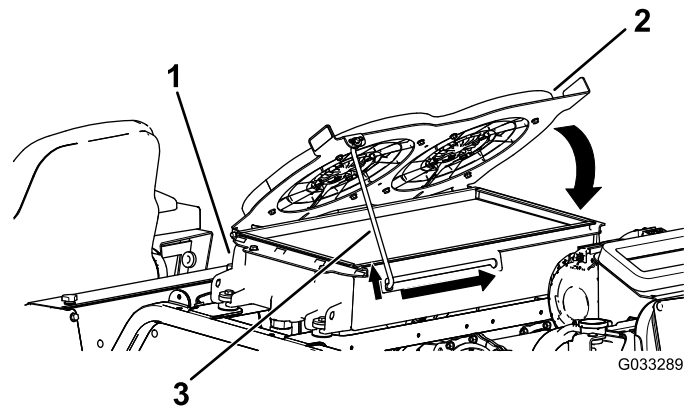

Bild 117
4. Drehen Sie die Hydraulikkühlventilatoren nach unten und arretieren Sie die Stützstange in der Kerbe (**Bild 117**).